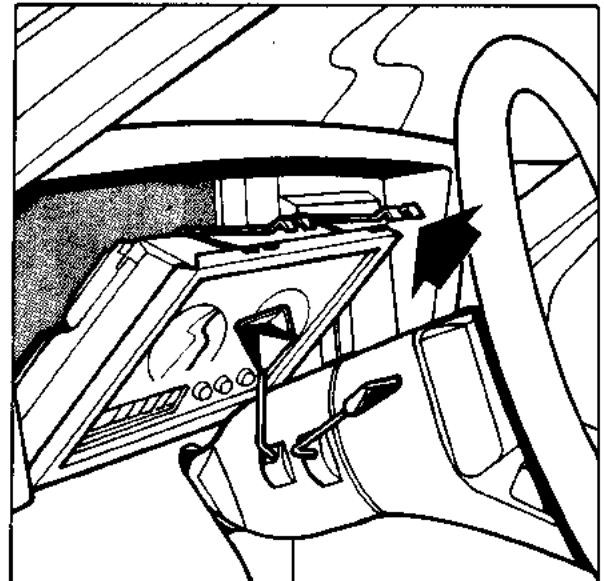

Fig. 1
- Druk de 2 bevestigingsklemmen aan de bovenzijde van de instrumentencombinatie in en kantel de combinatie naar u toe (fig. 1).